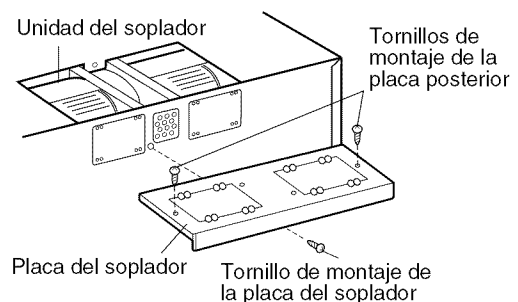

Figura 21
6. Vuelva a unir la placa del soplador al horno de microonda. Únalo por medio del tornillo de montaje de la unidad del soplador y luego los dos tornillos de montaje de la placa del soplador. Vea la **Figura 21**.